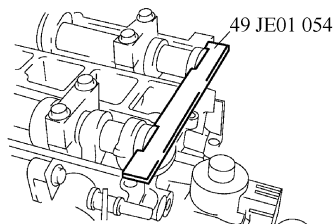

图 5-36 安装 SST 专用工具
1) 如图 5-36 所示, 将 SST 专用工具安装到凸轮轴上。